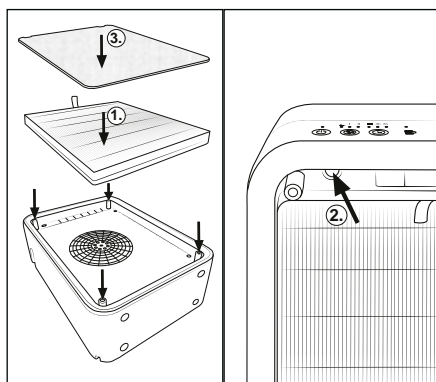

Abb. 7
- ◆ Setzen Sie den neuen EPA-Filter **7** in das Gerät ein (siehe Abb. 7).
- ◆ Halten Sie die Filter-Reset-Taste **8** für 3 Sekunden gedrückt (siehe Abb. 7). Das Gerät hat nun den neuen Filter erkannt.
- ◆ Stecken Sie die Abdeckung **6** in das Gerät (siehe Abb. 7).